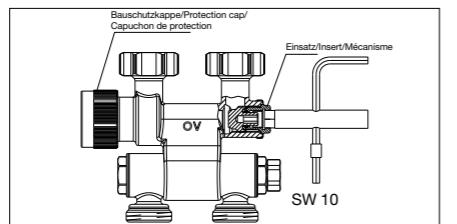

Bild 8 / Illustr. 8 / Fig. 8
- Desserrez le mécanisme (1/4 pas de vis au maximum) à l'aide de la clé à six pans (clé de 10) en la tournant vers la gauche (Fig. 8).
- Fermer le raccord en tournant le mécanisme (Fig. 8) vers la droite à l'aide d'une clé à six pans (clé de 10) (10 Nm au maximum).
- Mit dem Sechskantschlüssel (SW 10) durch Linksdrehen den Einsatz (Bild 8) lockern (max.  $\frac{1}{4}$  Umdrehung).
- Mit Sechskantschlüssel (SW 10) durch Rechtsdrehen des Einsatzes (Bild 8) die Armatur schließen (max. 10 Nm).